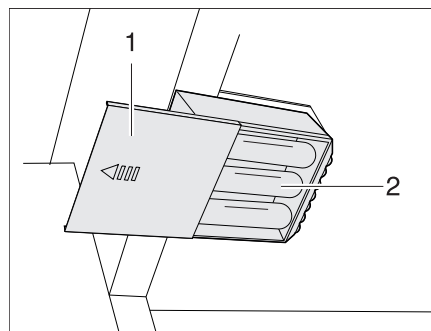

Fig. 280 Eclairage de la penderie avec DEL, compartiment à piles ouvert
- Retirer les piles (Fig. 280,2) du support de piles.
- Mettre de nouvelles piles (Fig. 280,2) de même type en place en veillant à la polarité correcte (+/-).
- Repousser le couvercle (Fig. 280,1) en place.